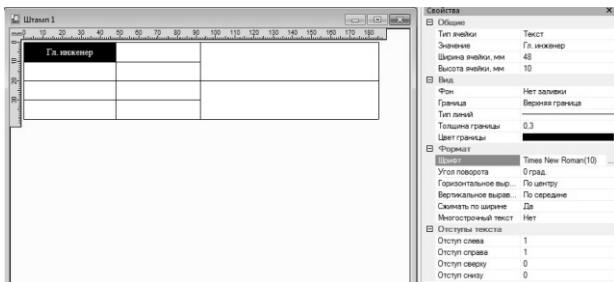

Рис. 30 Заполнение шаблона штампа
4. Заполните штамп. Для этого выделите верхнюю левую ячейку, в свойствах появятся дополнительные определения: **Общие**, **Вид**, **Формат** и **Отступы текста**. Для выделенной ячейки выберите **Общие/Тип ячейки** - **Текст**, а в поле **Значение** впишите - **Гл. инженер** (рис. 30).